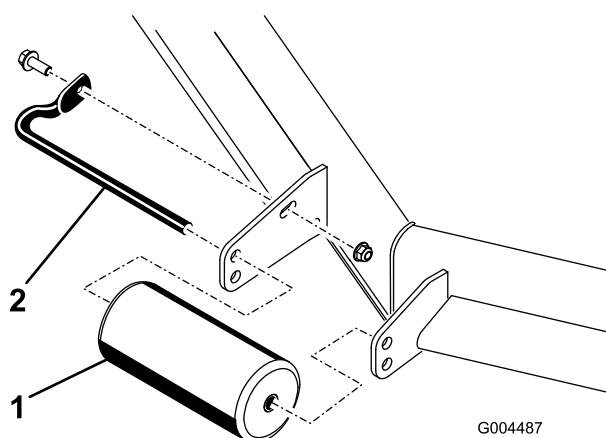

Figure 12
4. Retirez les fixations de chaque galet sur votre tondeuse et montez ou abaissez les galets à votre convenance (Figure 12).